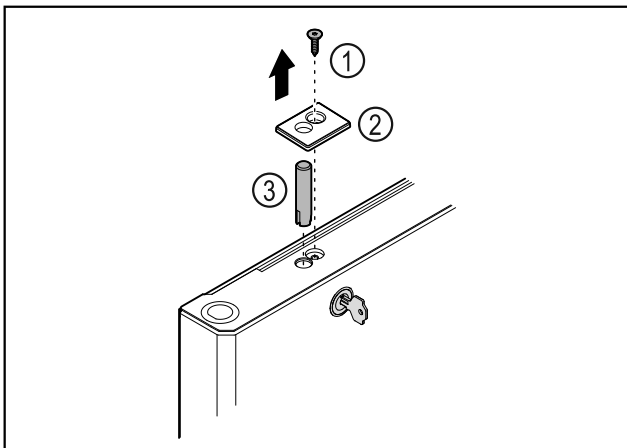

Fig. 43
- Schraube Fig. 43 (1) entfernen.
- Abdeckung Fig. 43 (2) mit einem kleinen Schraubendreher ausrasten und abnehmen.
- Schlossbolzen Fig. 43 (3) herausziehen.